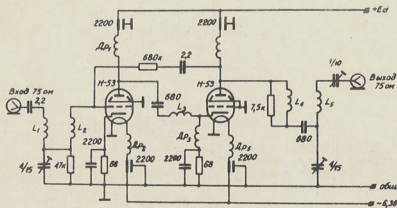

Рис.31. Принципиальная схема широкополосного антенного усилителя на лампах Н-53
2. Схема широкополосного антенного усилителя (рис.31).